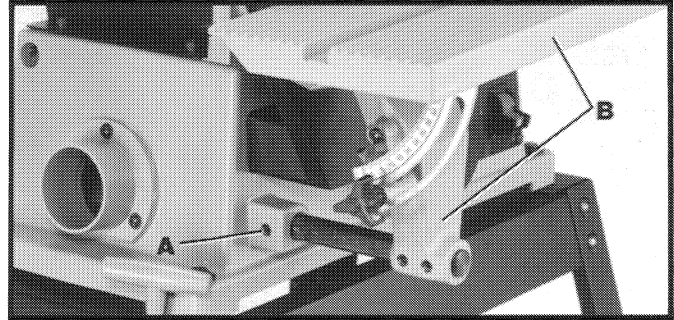

Fig. 44
2. Afloje el tornillo (A) Fig. 44 y quite el conjunto de mesa (B).